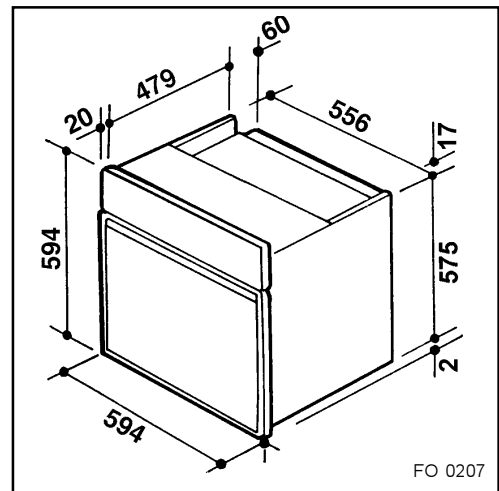

Fig. 10
- Cotes d'encastrement (Fig. 10)